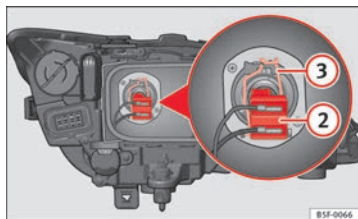

Fig. 140 Feux de croisement
- Retirez le connecteur ⇒ fig. 140 ② de l'ampoule.
- Décrochez le ressort entrebâilleur ⇒ fig. 140 ③ en le pressant vers l'intérieur et vers la droite.